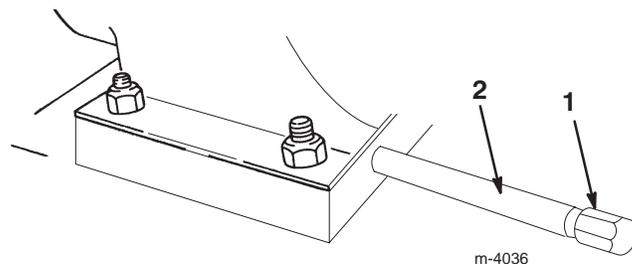

Bild 39
- Reinigen Sie den Bereich um die Ölablassschraube (Bild 39).